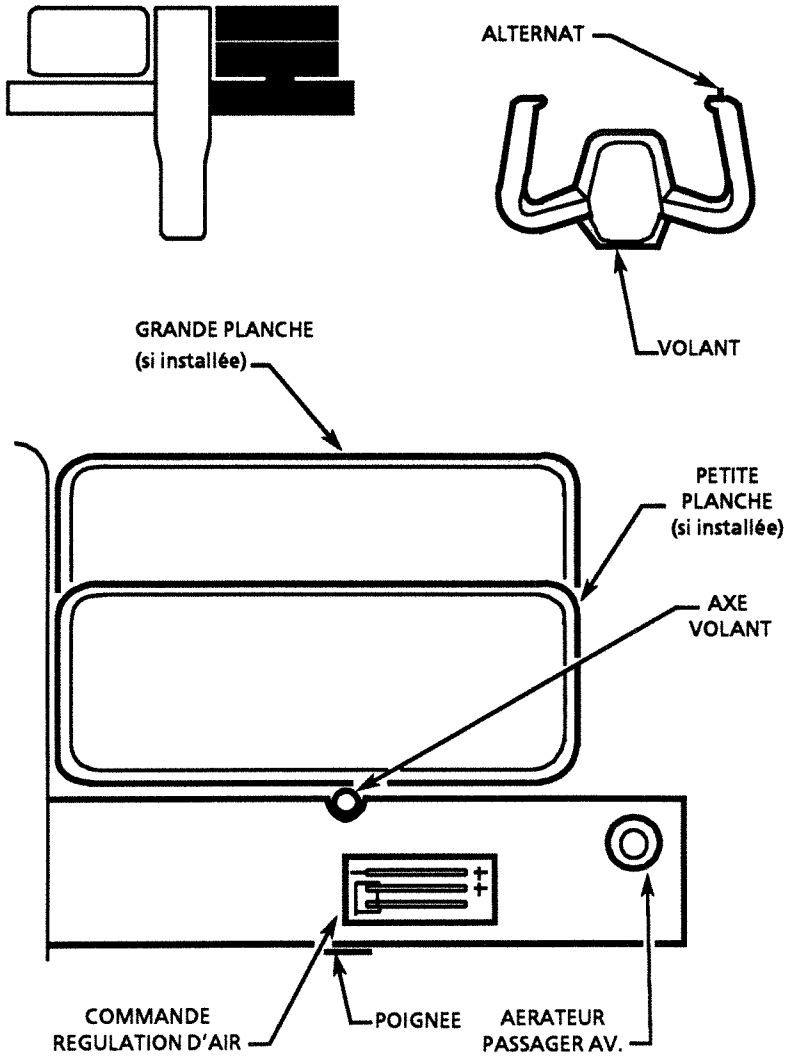

Figure 7.3 - EXEMPLE DE PLANCHE DE BORD ET BANDEAU DROIT
**La planche de bord droite (si installée) (voir Figure 7.3) comprend des emplacements pour des équipements complémentaires (indicateur pression d'admission, 2ème altimètre, indicateur VOR/LOC, température extérieure, température culasse, température gaz échappement, etc...).**
**Le bandeau droit (voir Figure 7.3) comprend un emplacement pour équipement radio ou autre, la commande régulation d'air, l'aérateur droit.**